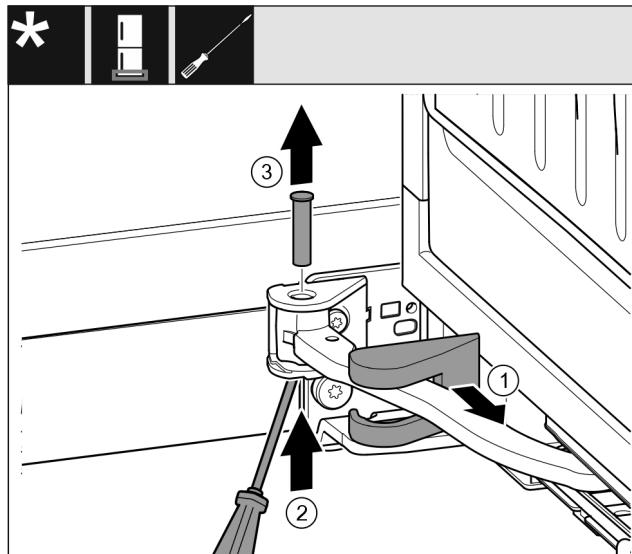

Fig. 16
- ▶ 卸下托架盖并沿着铰链移动。 Fig. 16 (1)
- ▶ 将螺栓用手指或螺丝刀从下方提起。 Fig. 16 (2)
- ▶ 将螺丝刀移动到螺栓头下方并拉出。 Fig. 16 (3)